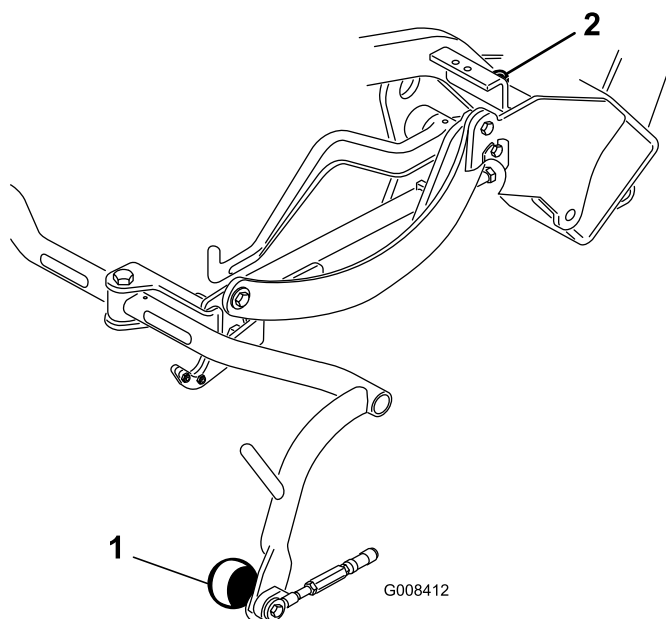

Figura 10
- Si se requiere un ajuste, afloje la contratuerca del tornillo del tope del bastidor de tiro (Figura 10) y gire el tornillo en uno u otro sentido para elevar o bajar el bastidor de tiro. Apriete la contratuerca después de realizar el ajuste.